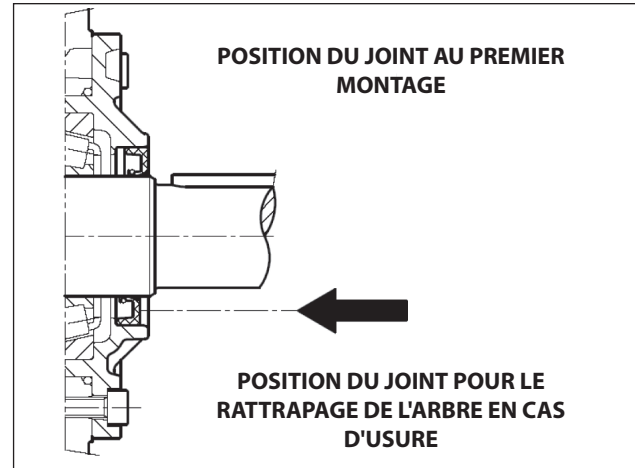

Fig. 7
- Avant de procéder au montage du couvercle latéral côté P.T.O., vérifier les conditions de la lèvre d'étanchéité du joint radial et de la zone de contact relative sur l'arbre. S'il s'avère nécessaire de remplacer le joint, placer le nouveau en utilisant l'outil approprié (réf. 27904800) comme le montre la Fig. 7.
**Si l'arbre de la pompe présente une usure diamétrale dans la zone de contact avec la lèvre d'étanchéité, afin d'éviter l'opération de rattrapage, il est possible de repositionner le joint en butée avec le couvercle, comme l'indique la Fig. 7.**